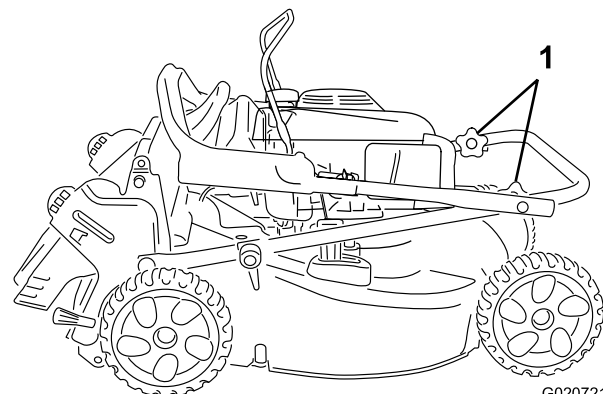

Рисунок 21
3. Поверните верхнюю часть рукоятки обратно в сторону двигателя; см. Рисунок 21.